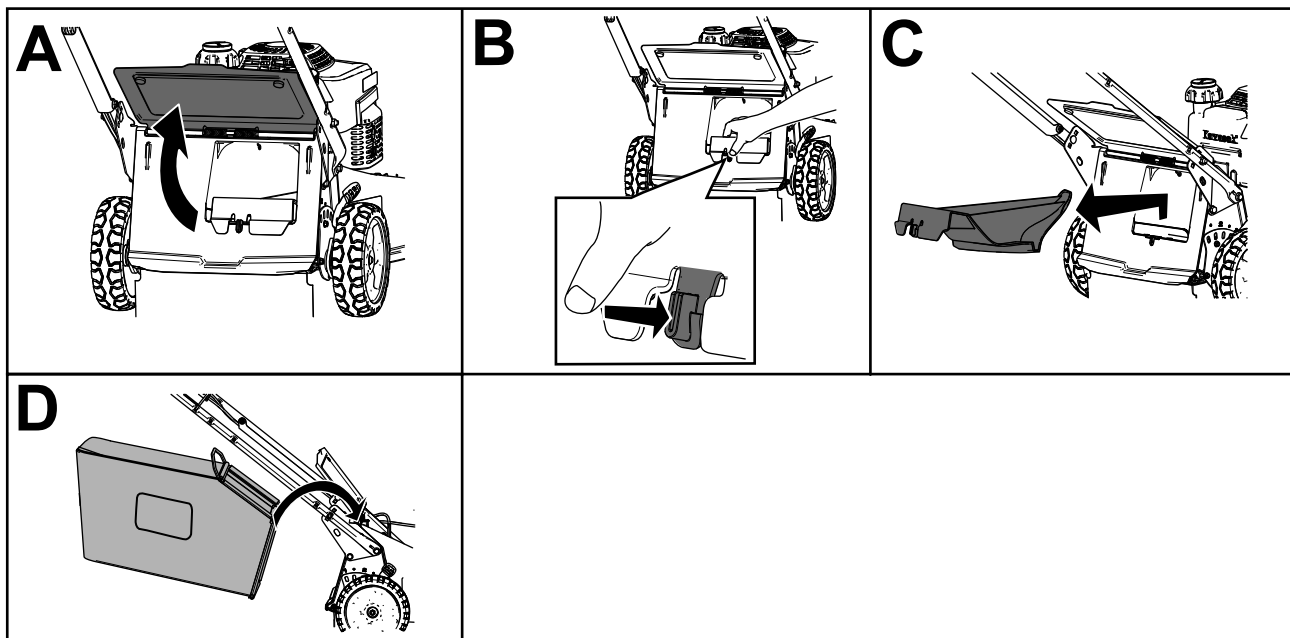

Figura 20
2. Sollevate il deflettore posteriore e tenetelo sollevato (A di Figura 20).
3. Rimuovete il coperchio di scarico posteriore premendo il fermo con il pollice ed estraendo il coperchio dalla macchina (B e C di Figura 20).
4. Installate le estremità dell'asta del cesto nelle tacche alla base della stegola e spostate il cesto avanti e indietro per accertare che le estremità dell'asta del cesto siano posizionate in fondo a entrambe le tacche (D di Figura 20).